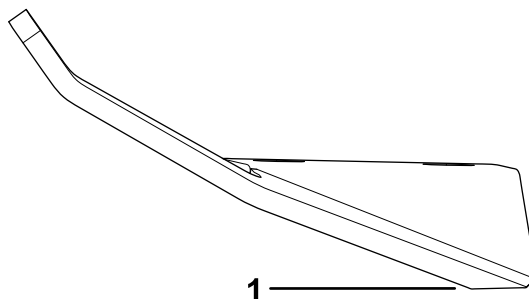

Figura 108
1. Utilize uma lima ou ferramenta de afiar para afiar a aresta de corte em ambas as extremidades do conjunto da lâmina (Figura 108).
Nota: Se a lâmina não estiver equilibrada, lime algum metal da extremidade da aba apenas (Figura 108).